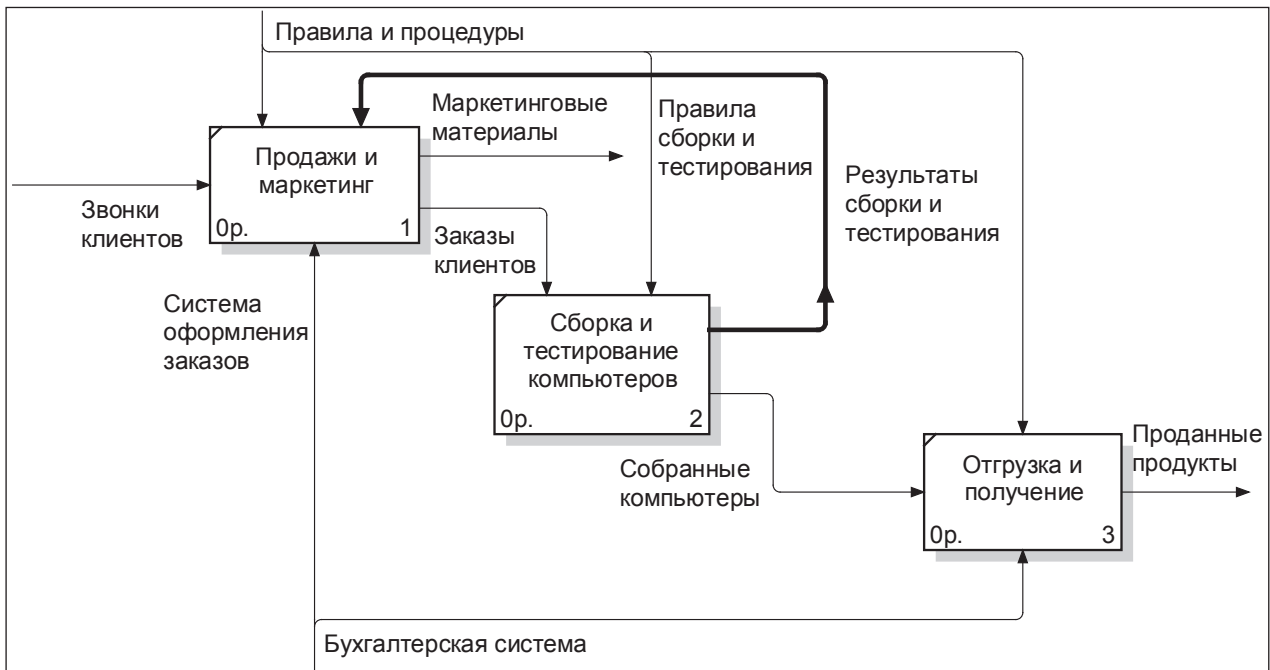

Рис. 2.7. Результат выполнения лабораторной работы № 2 — диаграмма A0
10. Создайте новую граничную стрелку выхода «Маркетинговые материалы», выходящую из работы «Продажи и маркетинг». Эта стрелка автоматически не попадает на диаграмму верхнего уровня и имеет квадратные скобки на наконечнике — □. Щелкните правой кнопкой мыши на квадратные скобки, из контекстного меню выберите команду Arrow Tunnel, в появившемся окне Border Arrow Editor выберите опцию Resolve it to Border Arrow, щелкните ОК. Для стрелки «Маркетинговые материалы» выберите опцию Trim из контекстного меню. Результат показан на рис. 2.7.